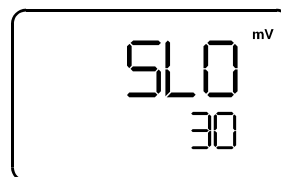

图6: 在 mV 状态中的斜率值
注意：如果只进行两点校准，则按动 **CAL/MEAS** 键，上方的显示板会出现“**SLO**”字样和 **[mV]** 信号，下方的显示板所显示的读数表示电极斜率 mV 值（见图 6）。这时就可以准备测量了。如果斜率在可被接受的范围之外或者使用了不正确的标准，那么显示板上方就会亮起信号“**Er3**”。
- 在下一标准校准溶液中等待直至信号[READY]闪亮，然后按 **ENTER** 键确认第三个校准点。上方的液晶显示板会闪现几秒钟的“SLO”，同时上方的信号[mV]也会闪亮，此时下方显示板中的数字表示电极平均斜率 mV 值（见 Figure 6）。几秒钟后仪器会自动恢复到测量模式下，之后即可以进行测量。